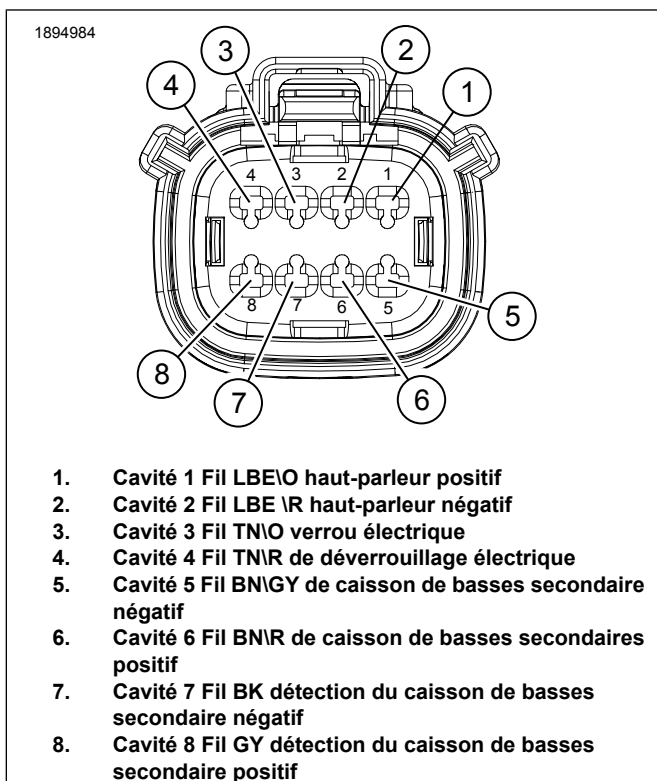

Figure 4. Affichage du connecteur [288B]
- c. Voir la Figure 4. Retirez les bouchons d'étanchéité des cavités 1 à 4 (comme requis ci-dessous) dans le nouveau connecteur de faisceau à 8 voies de sacoche gauche [288B].
- d. S'il est équipé de haut-parleurs, installez le fil de haut-parleur LBE / O dans la cavité 1 (1).
- e. S'il est équipé de haut-parleurs, installez le fil de haut-parleur LBE / GY dans la cavité 2 (2).
- f. Si équipé de verrous électriques, insérez la borne du fil de verrouillage électrique TN/O dans la cavité 3 (3).
- g. S'il est équipé de verrous électriques, insérez la borne du fil de déverrouillage électrique TN/R dans la cavité 4 (4).